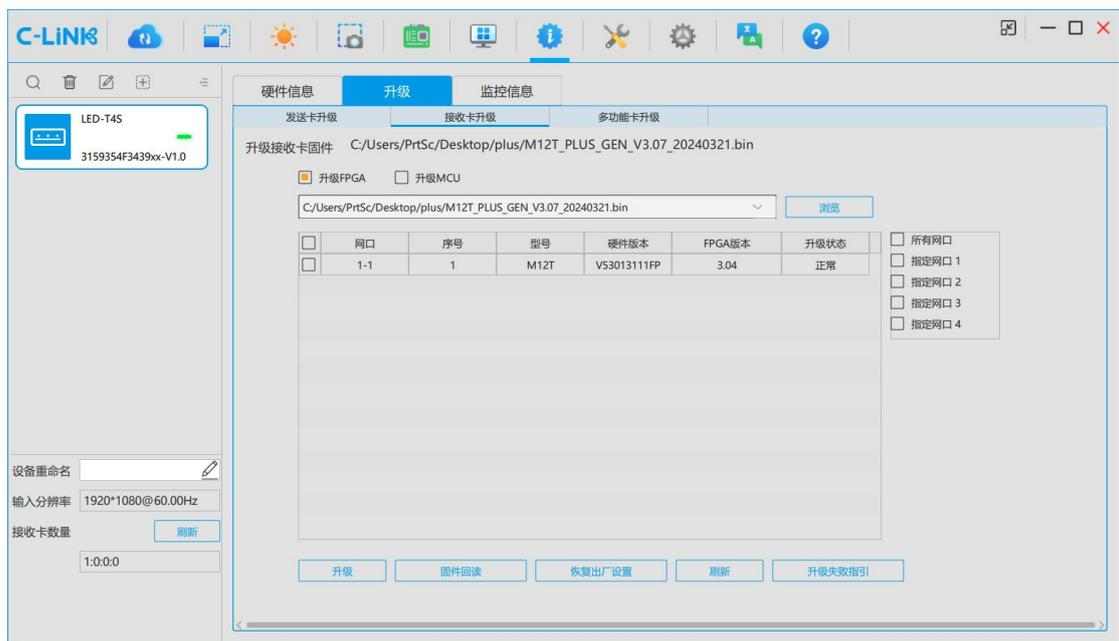

图 13-3 升级接收卡
- 步骤 1 在“硬件信息”对话框中，选择“出厂设置接收卡升级”页签。例图 13-3。